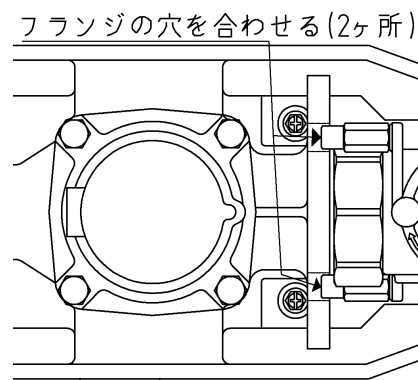

図 8
- ⑤ストレーナアダプタを取り付けたメータをベースに載せ、図 8 に示すようにフランジの穴をメータガイド（対角に 2 本）に合わせてください。